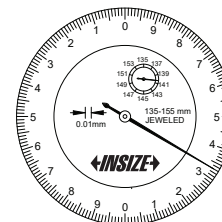

Fig.1
2. Il est nécessaire de calibrer le pied à coulisse à cadran à l'aide d'un outil calibré avant de procéder à la mesure. Le pied à coulisse à cadran mesure l'outil calibré (Fig. 1). Si le résultat est égal à la valeur normale de l'outil calibré, le pied à coulisse à cadran est prêt à mesurer. Sinon, tournez la lunette pour régler la lecture sur la valeur normale de l'outil calibré.